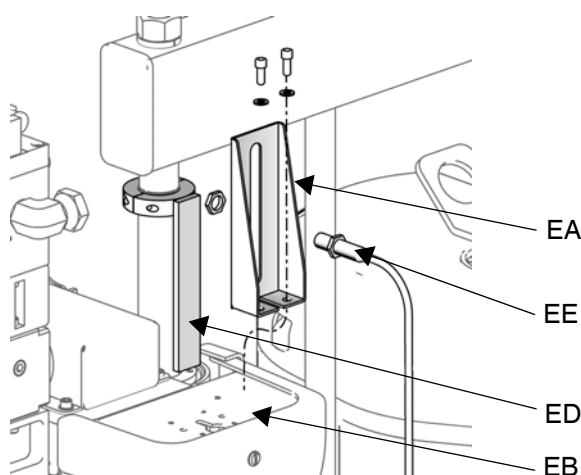

Fig. 9: Sistemi di alimentazione D200 e D200s
3. Per misurare il livello di fusto basso o fusto vuoto, collegare un sensore (EE) alla staffa del sensore (EA).
4. Per sistemi di alimentazione D60, D200 e D200s: collegare l'attuatore (ED) alla biella del pistone di corsa, in prossimità della parte superiore, in modo che passi davanti al sensore (EE) al livello corrispondente a fusto basso o fusto vuoto. Vedere la FIG. 9.